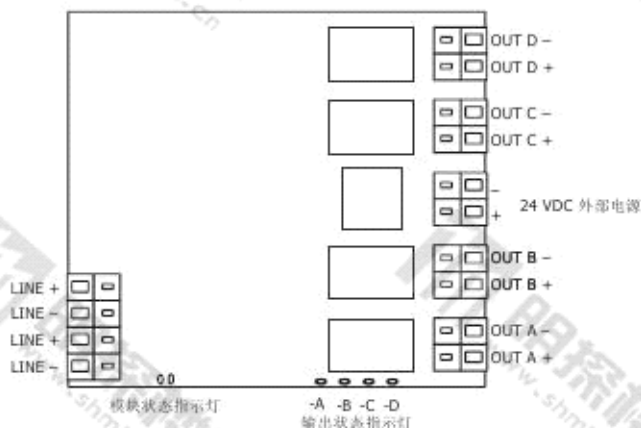

图 9
1. 正常操作模式参考图 1 和图 9 连接电缆，保险和终端电阻；逆向操作模式参考图 2 和图 9 连接电缆，保险和终端电阻。